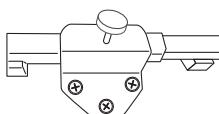

Рис. 7
5. Установите вентилятор и зафиксируйте его барабашковым винтом, как показано на (рис. 7).